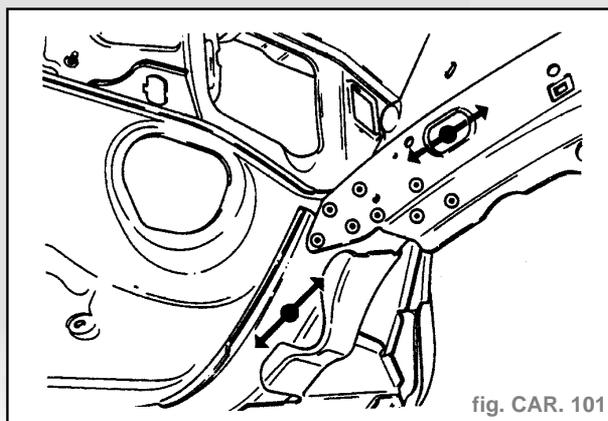

fig. CAR. 101
**Soudure** (fig. CAR. 101 et 102)